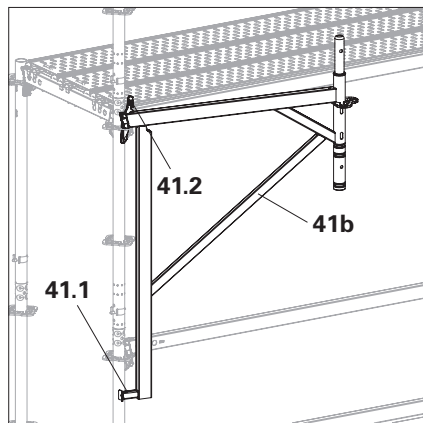

Fig. A6.03
1. Agganciare la mensola (**41b**) alla rosetta del montante verticale o del montante di testa parallelamente all'impalcatura. (Fig. A6.03)